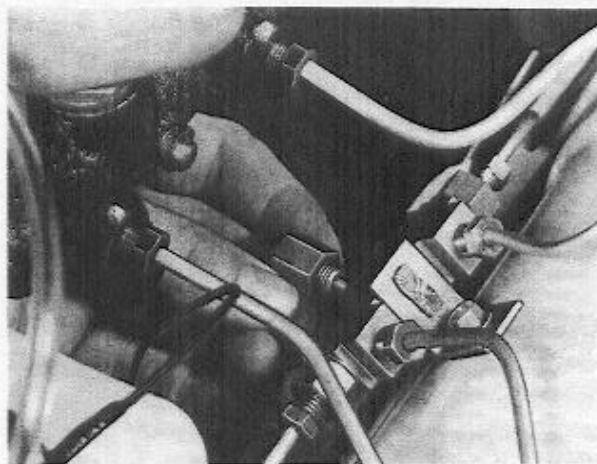

Abb. 61 Ausbau des Warnschalters
1. El. Leitung abklemmen und den Warnschalter (Abb. 61) herausschrauben, wobei die Schaltkolben Normallage einnehmen.
2. Umgebung des Flüssigkeitsbehälterdeckels und des Schalters am Warnventil säubern. Warnschalter ausbauen, vgl. Abb. 61 (betr. Zweikreis-Bremsanlage). Bremsflüssigkeit ggf. bis zur MAX-Marke am Behälter auffüllen.